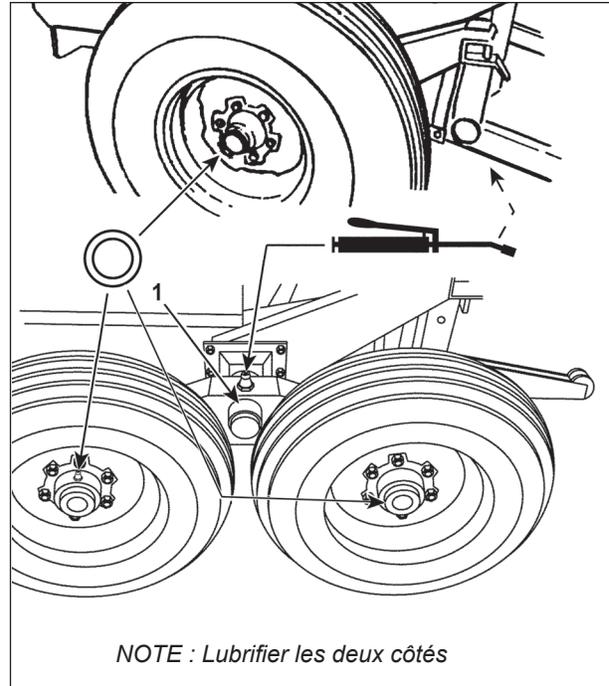

Figure 111 Essieux de roues et balancier
NOTE : Lever la Fourragère avec un vérin ("jack") afin d'enlever la pression sur les essieux (item 1 à la figure 111). Ceci permet à la graisse de s'étendre plus également et plus efficacement à l'intérieur du balancier.